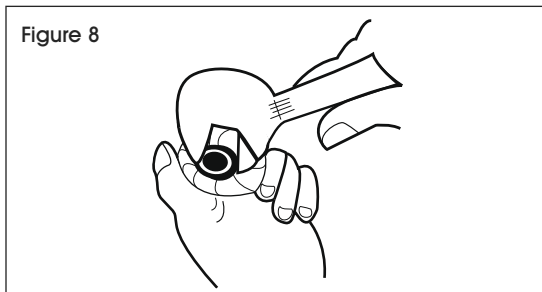

Figure 8
3. Dévissez la bougie d'allumage. Réglez l'écart de la nouvelle bougie d'allumage à 3 à 5 mm. (Voir Figure 8)